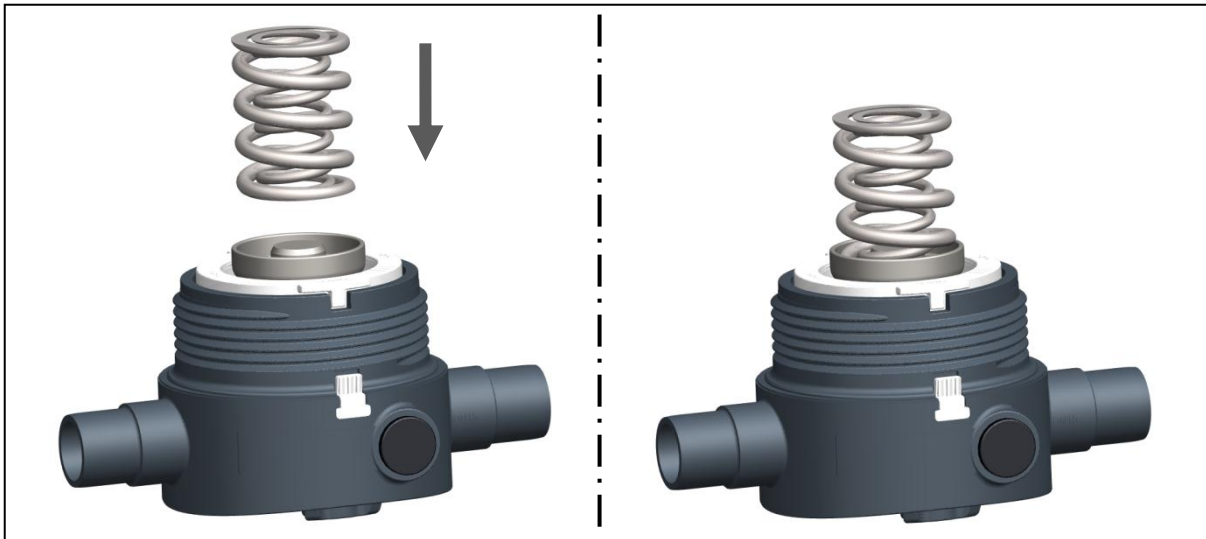

Fig. 15
- ▶ Colocar los resortes sobre la pieza de compresión, ver la fig. 15